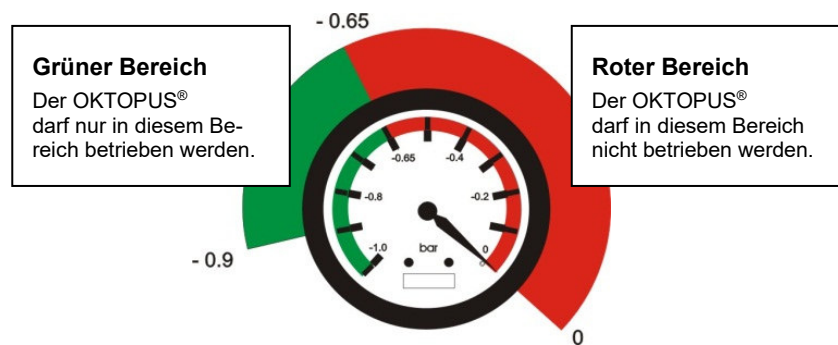

Abb. 5: Vakuummanometer
Die Betriebsbereitschaft des am Kran montierten OKTOPUS® GLASS-Jack GL-LN 600 ist gegeben, wenn in beiden Vakuumtanks genügend Unterdruck vorhanden ist. Über die Vakuummanometer wird der aktuelle Unterdruck ständig angezeigt (Abb. 5).
- ⇒ Nachdem die rote Warnleuchte und die Warnhupe erloschen sind, die Vakuummanometer anzeigen, dass der Arbeitsbereich (s. Abb. 5) erreicht wurde, die grüne Signalleuchte leuchtet und Sie sich vergewissert haben, dass sich niemand im Gefahrenbereich aufhält, können Sie die Last anheben.